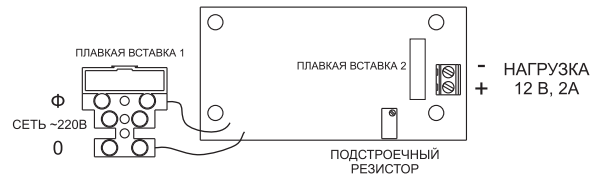

Рис. 1
- подключить кабель сетевого питания (~220В) к клеммам сетевой колодки согласно схеме подключения (рис. 1) соблюдая фазировку;
- подключить кабели нагрузки 12В к клемме «НАГРУЗКА», расположенной на плате источника питания, соблюдая полярность, указанную на схеме подключения (рис. 1);